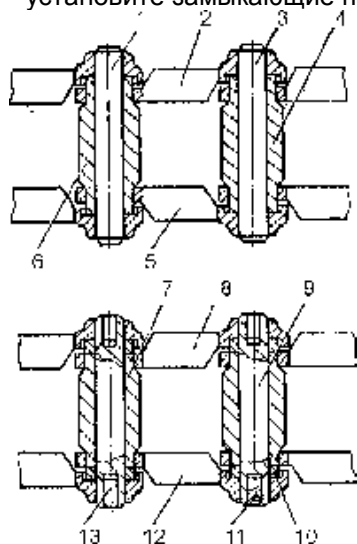

Рис. 12.6 – Замена звена и втулки гусеницы.
- выпрессуйте пальцы 1 и 3 (рис.12.6);